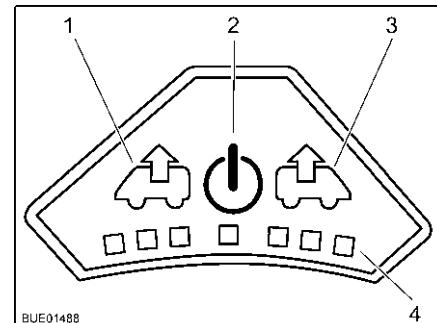

Fig. 65 Quadro comandi del ventilatore
- Premere il tasto On/Off (Fig. 65,2). Il ventilatore funziona in modalità comfort (sfiato al numero di giri minimi del ventilatore).
- Per aumentare il numero di giri del ventilatore: Premere il tasto Sfiato (Fig. 65,1). Il numero di giri del ventilatore aumenta di uno stadio in direzione sfiato. I LED (Fig. 65,4) indicano gli stadi di commutazione.
- Per ridurre il numero di giri del ventilatore: Premere il tasto Aerazione (Fig. 65,3). Il numero di giri del ventilatore si riduce di uno stadio.
- Per aumentare il numero di giri del ventilatore: Premere il tasto Aerazione (Fig. 65,3). Il numero di giri del ventilatore aumenta di uno stadio in direzione aerazione. I LED (Fig. 65,4) indicano gli stadi di commutazione.
- Per ridurre il numero di giri del ventilatore: Premere il tasto Sfiato (Fig. 65,1). Il numero di giri del ventilatore si riduce di uno stadio.
- Premere il tasto On/Off (Fig. 65,2). Il ventilatore si ferma, i LED si spengono.